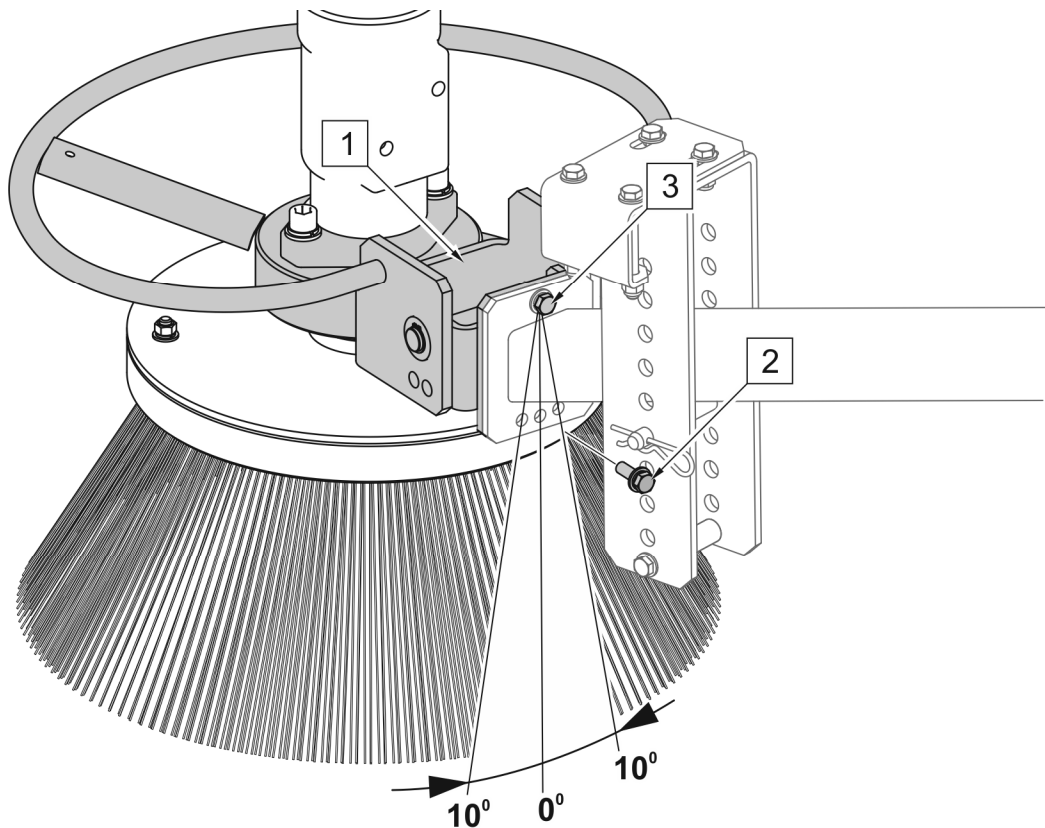

РИСУНОК 5.6 Регулювання поперечного нахилу
(1) - кронштейн головки щітки; (2) - установчий гвинт; (3) - гвинт кріплення
Щоб змінити кут нахилу (РИСУНОК 5.6) відкрутіть установчий гвинт (2), послабте кріпильний гвинт (3) і поверніть кронштейн (1) праворуч або ліворуч, щоб гвинт (2) вкрутити у відповідний отвір. Відрегулювавши бічний нахил бокової щітки, затягніть кріпильний гвинт (3).